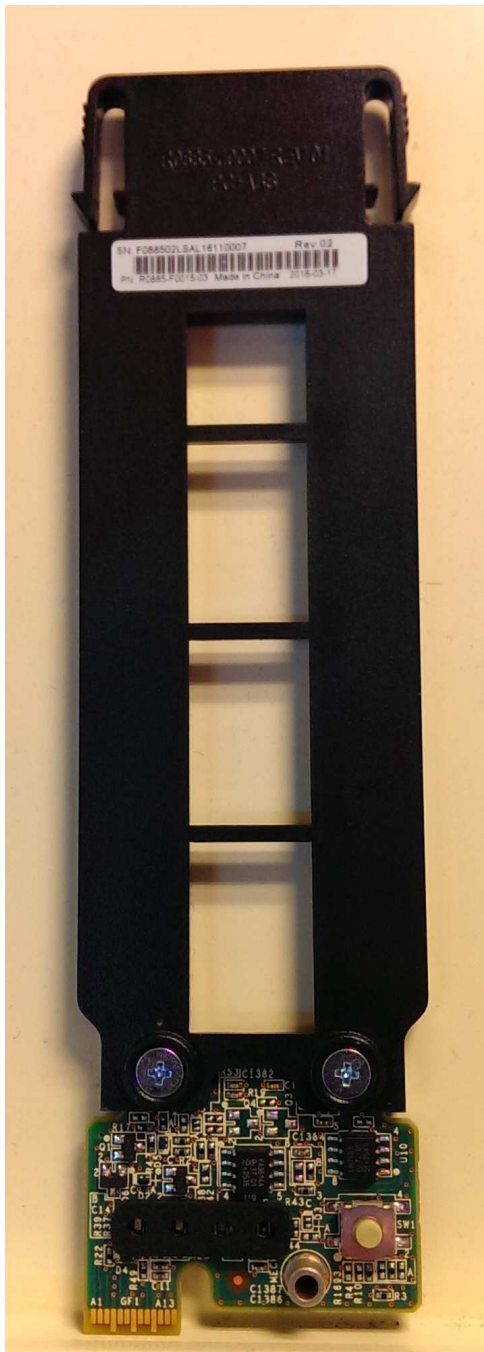

Рисунок 130. Дисплейная панель
1. Достаньте дисплейную панель из упаковки (см. рис. 130 на стр. 135).
Убедитесь, что дисплейная панель смотрит наружу шасси (см. рис. 130).